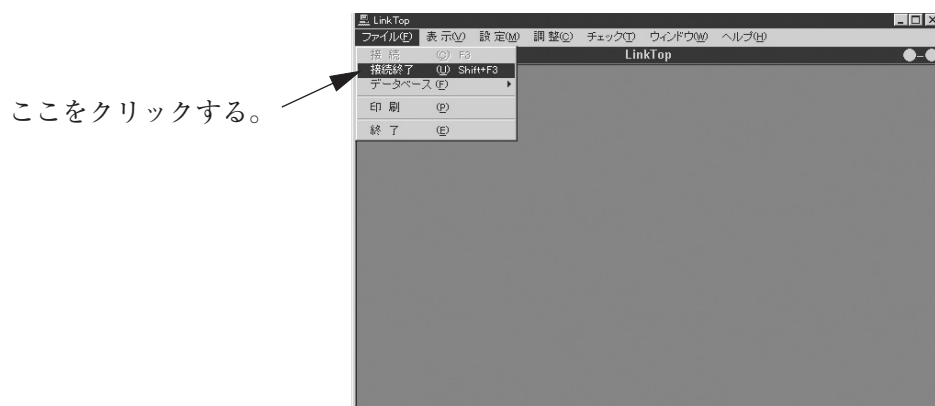

図11
- ① 図11のように、画面上部メニューの、「ファイル(F)」をクリックし、「接続の終了(U) Shift+F3」を選び、再度クリックします。